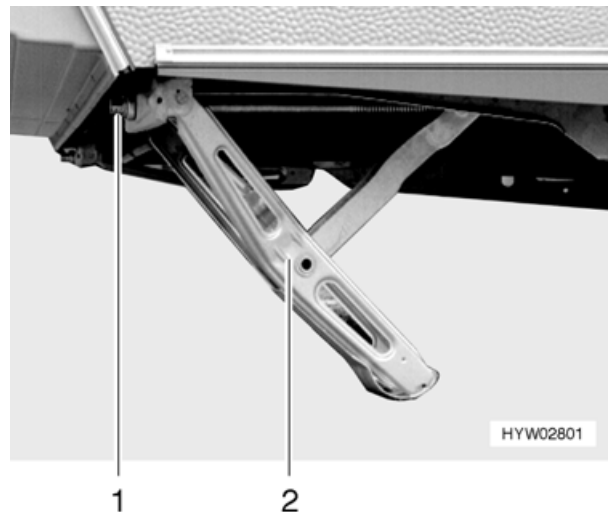

Bild 12 Kurbelstütze in ausgefahrenem Zustand
- Die serienmäßig beigelegte Handkurbel auf den Sechskant (Bild 12,1) der Kurbelstütze (Bild 12,2) stecken und drehen. Die Kurbelstütze wird ausgefahren.